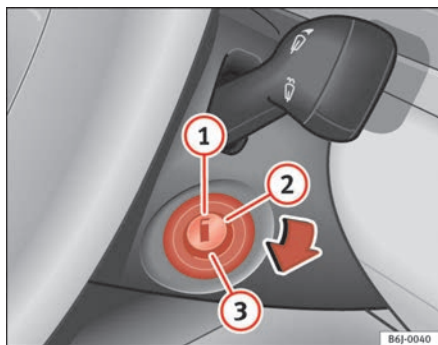

Abb. 94 Stellungen des Zündschlüssels
In dieser Stellung ⇒ Abb. 94 sind die Zündung und der Motor ausgeschaltet und die Lenkung kann gesperrt werden.
- Drehen Sie den Zündschlüssel in Stellung ⇒ Seite 139, Abb. 94 **1**. Beim Vorglühen des Motors leuchtet die Kontrollleuchte  auf.
- Drehen Sie den Zündschlüssel in Stellung ⇒ Seite 139, Abb. 94 .